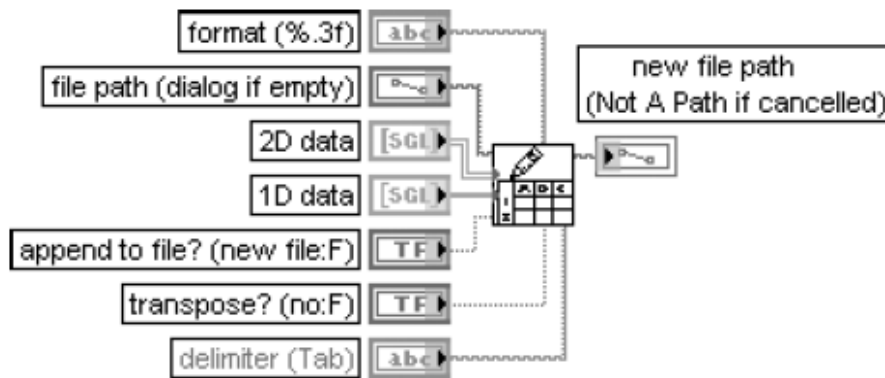

Рис.7.6. – Запись файла в табличном формате
- **Write to Spreadsheet File** - преобразует 2D или 1D массив числовых данных одинарной точности в текстовую строку и записывает строку в новый или добавляет в уже существующий файл. Этот ВП используется для создания текстовых файлов, читаемых большинством текстовых редакторов. Структурная схема показана на рис.7.6.